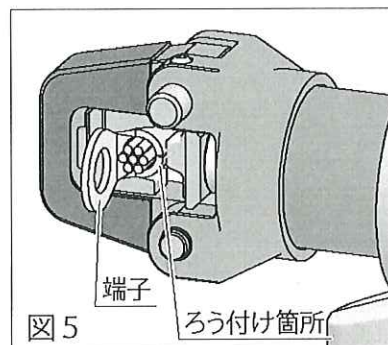

図5
6. 端子はロウ付け箇所をダイス側に合せ、端子、およびスリーブの筒部が中心になる様に保持しながら作動スイッチを操作（押す）し軽く固定（仮押え）してください。（図5）
7. 電線を、端子および直線重合せ用スリーブ（P）は筒部端より1 mmほど出るまで、直線突合せ用スリーブ（B）は突き当たるまで挿入してください。（図5）